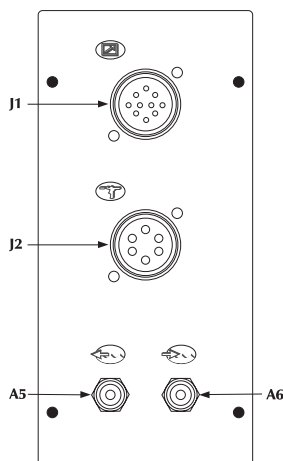
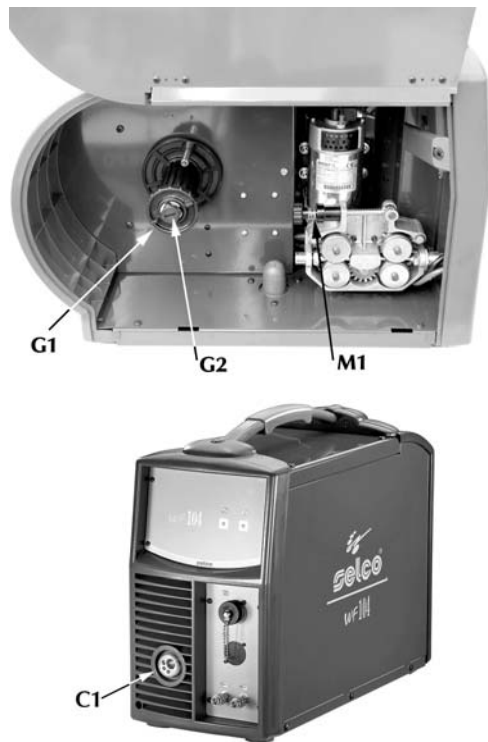

Fig. 8
Fig. 10 Detaljer på den mobile vogn
- Skrue ringen (G1 fig. 10) af fra spoleholderhaspen, og indsæt spolen.
Få også haspens metaldorn til at gå ind i lejet, genindsæt ringen (G1) og indstil friktionsskruen (G2 fig. 10)
- Indsæt brænderen sammen med hylsteret i den centraliserede tilslutning (C1 fig. 10), og stram ringen helt til. Hvis brænderen er vandafkølet, skal udsendelsesrøret og returrøret tilsluttes til samlingerne (A5-A6 fig. 8).